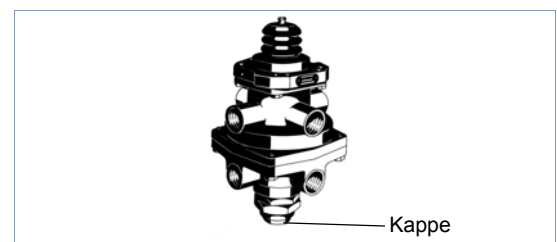

Abb. 7 Position der Kappe am Gerät
- Genauen Druck an der Kappe einstellen (siehe Abb. 7).